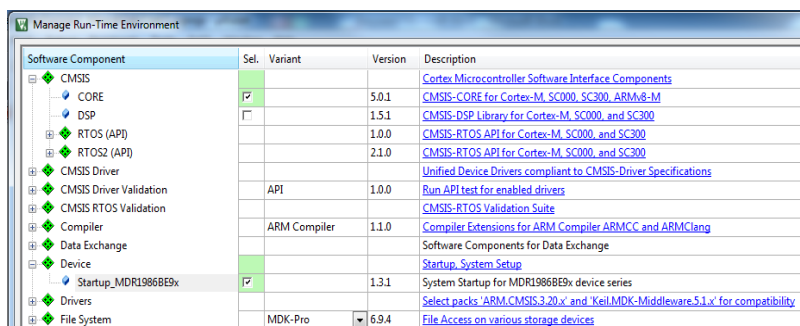

Рисунок 1.4
5. В появившемся диалоговом окне выбрать программные компоненты: CORE и Startup MDR1986BE9x (Рисунок 1.4).